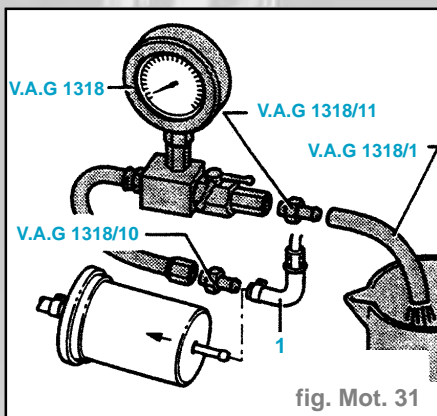

fig. Mot. 31
- Débrancher la conduite d'alimentation (1) de l'entrée du filtre à carburant (fig. Mot. 31).